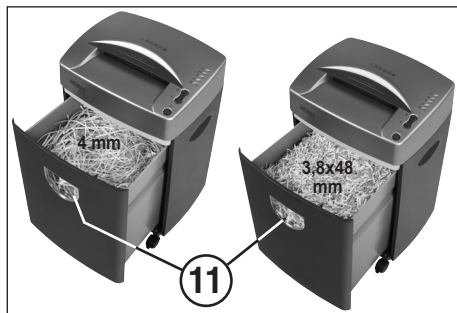

fig. 3
DU RÉCIPIENT COLLECTEUR (figure 3) :
Il faut vider le récipient collecteur lorsque le matériel déchiqueté apparaît dans la fenêtre de contrôle de niveau (11) (figure 3).
POUR VIDER LE RÉCIPIENT (Fig. 3):